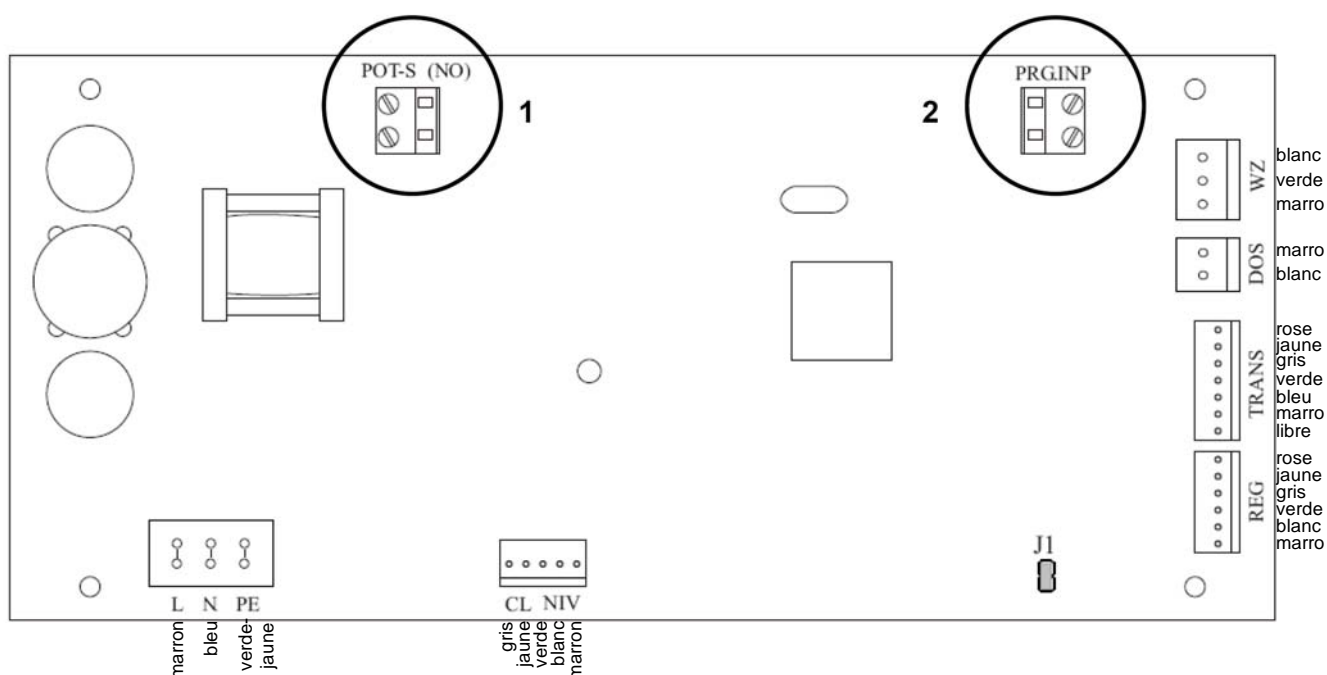

Fig. D-5 : Schéma de branchement du Weichwassermeister® GSX
En vue d'adapter de manière idéale le mode de fonctionnement, la commande dispose d'une sortie programmable (contact libre de potentiel / puissance de coupure : 230 V~ 1 A, Fig. D-5, pos. 1) et d'une entrée programmable (pour le raccordement à un contact libre de potentiel, Fig. D-5, pos. 2). La description des fonctions disponibles est reprise au chapitre F, point 3.2.